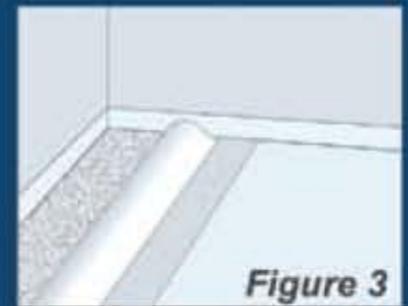

Figure 3
4. Commencer le long du mur. Plier la bande sur elle-même dans le sens de la longueur pour découvrir le bord du mur (figure 3).